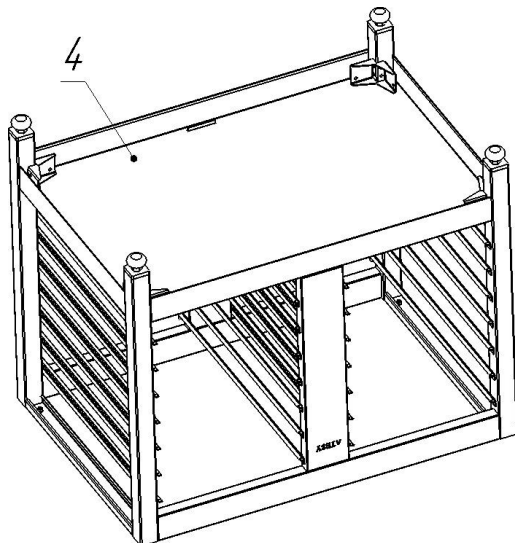

Рис. 2
2.3.2. Установить полку 4, как показано на рис. 2. Завести кронштейны боковых стенок 1 и 2 в балки 7 до упора.